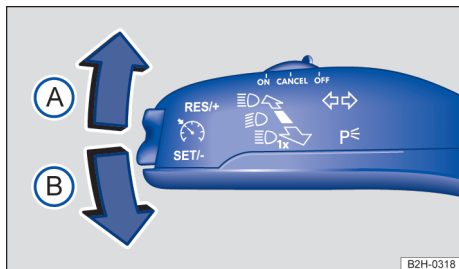

Fig. 72 À esquerda na coluna de direção: alavanca dos indicadores de direção e do farol alto.
- Trazer a alavanca dos indicadores de direção e do farol alto da posição central para a seguinte posição → Fig. 72.
- (A) Ligar os indicadores de direção à direita ➔.
- (B) Ligar os indicadores de direção à esquerda ➜.